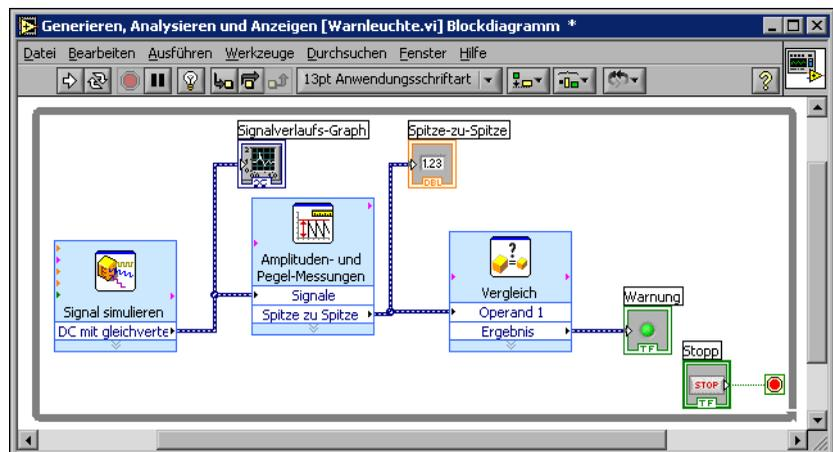

Abbildung 2-5. Das Blockdiagramm des VIs Warnleuchte
1. Verschieben Sie den Anschluss **Warnung** auf die Seite rechts vom Express-VI "Vergleich". Achten Sie darauf, dass sich der Anschluss **Warnung** innerhalb der Schleife befindet (vgl. Abbildung 2-5).
Ihr Blockdiagramm sollte in etwa aussehen wie Abbildung 2-5.